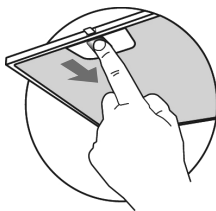

Fig. 1
3. Ao colocar os filtros na coifa, certifique-se de que estão montados na posição correta, com o encaixe virado para fora (Fig. 1).